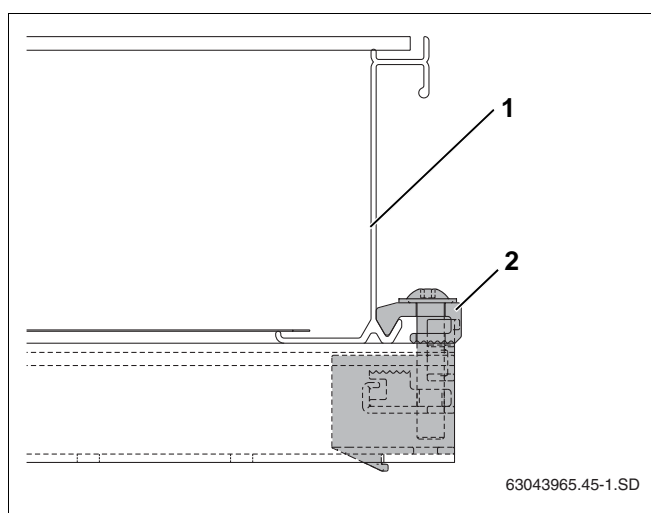

Bild 43 Ihopskruvad ensidig panelklämma
- ▶ Skjut solpanelen (bild 43, **pos. 1**) försiktigt till den ensidiga panelklämman och justera vågrätt.
- ▶ Skruva fast den ensidiga panelklämman (bild 43, **pos. 2**) med nyckel SW5.
Nehållaren på panelklämman (bild 43, **pos. 2**) griper nu tag i den nedre solpanelskanten.